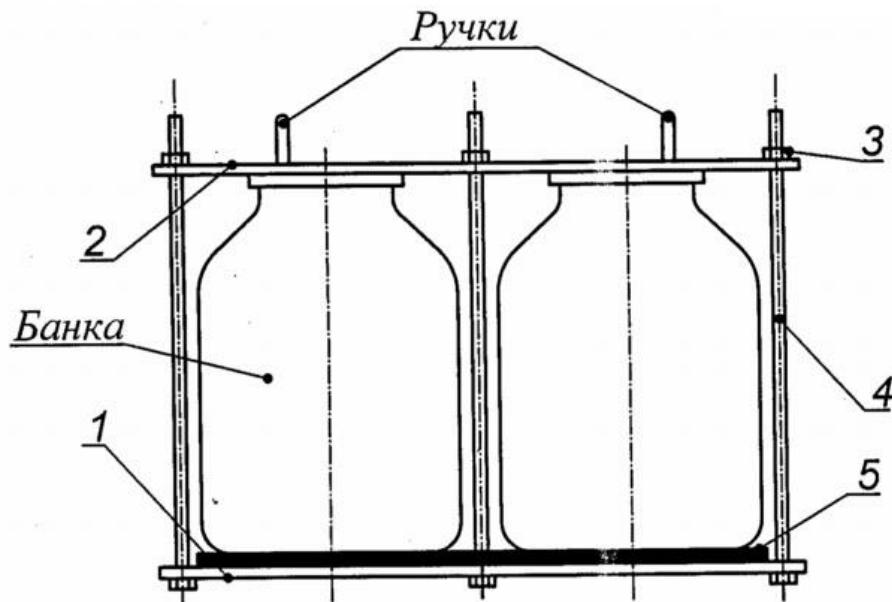

Рисунок 2: Кассета
- Смонтировать банки в кассете. Установить в кассету подготовленное количество банок с закатанными продуктами согласно таблице «Вместимость автоклава» (где показана максимальная вместимость) и надежно зафиксировать банки в кассете с помощью зажимных гаек 3 (рис. 2), затягивая их крест-накрест ключом так, чтобы плотно притянуть крышку 2 к банкам с лёгким усилием.
ВНИМАНИЕ! Если Вы используете стеклянную тару с крышками марки «твист-офф» (закручивающиеся крышки), то крышку 2 (рис.2) можно не устанавливать.
При установке 0,5 л банок в два слоя, банки верхнего слоя устанавливаются непосредственно на банки нижнего слоя без резиновой прокладки 5 (рис.2). Банки должны располагаться как можно ближе к шпилькам. Банки должны иметь одинаковую высоту. Проверить надёжность крепления банок, для этого попытаться руками сдвинуть банки относительно основания и крышки кассеты. Сдвиг не допустим.